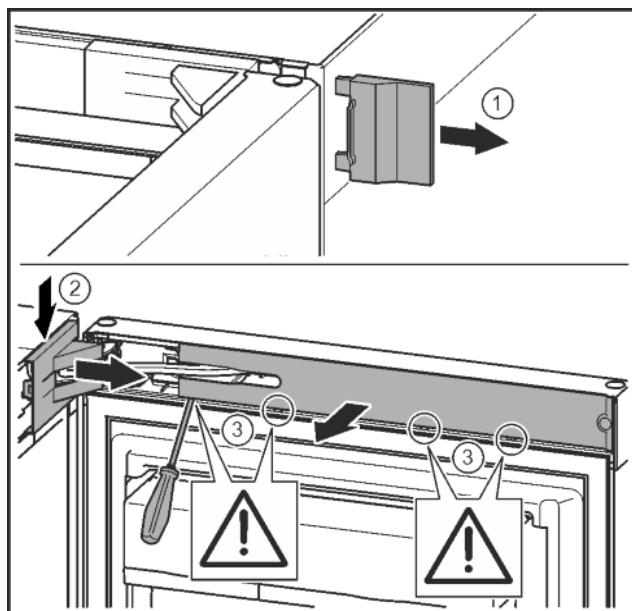

Fig. 8
- Зніміть зовнішню кришку. Fig. 8 (1)
► Звільніть і ослабте кришку опорного кронштейна. Зніміть кришку опорного кронштейна. Fig. 8 (2)
► За допомогою шліцевої викрутки звільніть від фіксатора та поверніть убік накладку. Fig. 8 (3)